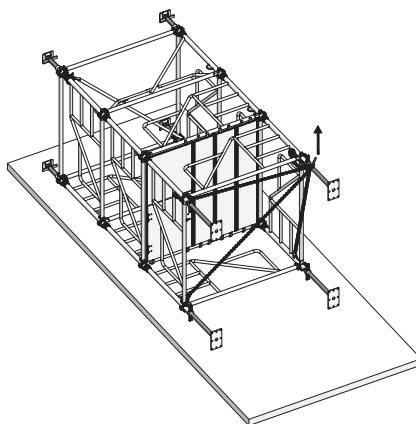

Fig. 15.5
1. Fixer une élingue 4 brins aux anneaux de levage des cadres MT du niveau supérieur (Fig. 15.5)